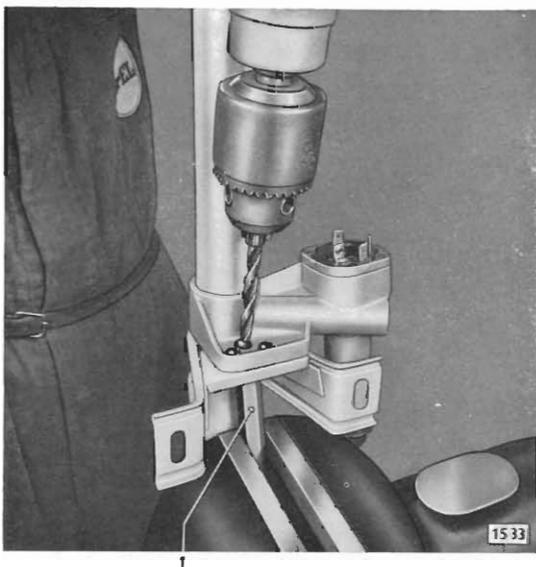

Bild 74 - Nietkopf abbohren
3. Nietkopfmacher (74/1) senkrecht in Schraubstock einspannen und Lenkstützrohr – wie in Bild 74 gezeigt – mit langem Ende nach oben so auf Nietkopfmacher aufsetzen, daß Nietkopf in der kugeligen Aussparung des Nietkopfmachers zu liegen kommt.
4. Oben liegender Nietkopf – durch zweiten Monteur – in der Mitte ankörnen und mit 7-mm-Bohrer abbohren (Bild 74). Darauf achten, daß Halteflansch für Lenk- und Zündschloß nicht angebohrt wird. Anschließend Rest des Nietes mit schlankem Durchschlag aus Halterung ausschlagen. Das Entfernen der beiden anderen Niete erfolgt in gleicher Weise.